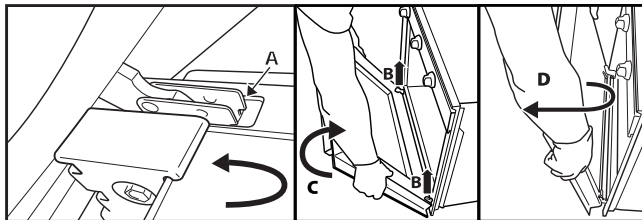

Fig 2
3. Chiudere la porta fino al bloccaggio (A), sollevarla (B) e ruotarla (C) fino allo sganciamento della stessa (D) (Fig 2).